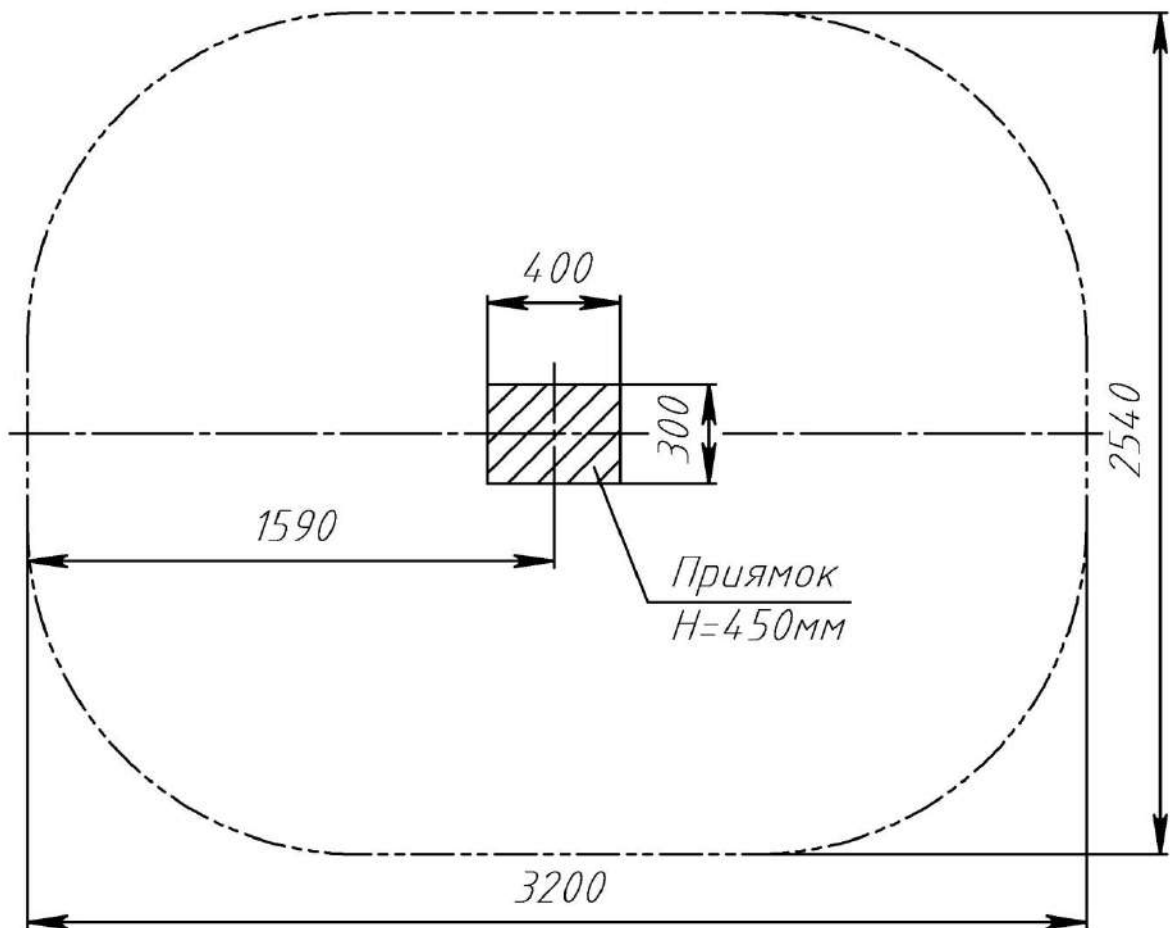

Рис.3 План фундаментного прямка качалки РТР 030-02
3.6. Монтаж качалки на пружине заключается в бетонировании фундаментного блока и закреплении на нем пружинного блока. Фундаментный приямок выполнить в соответствии с планом фундамента (рис. 3).